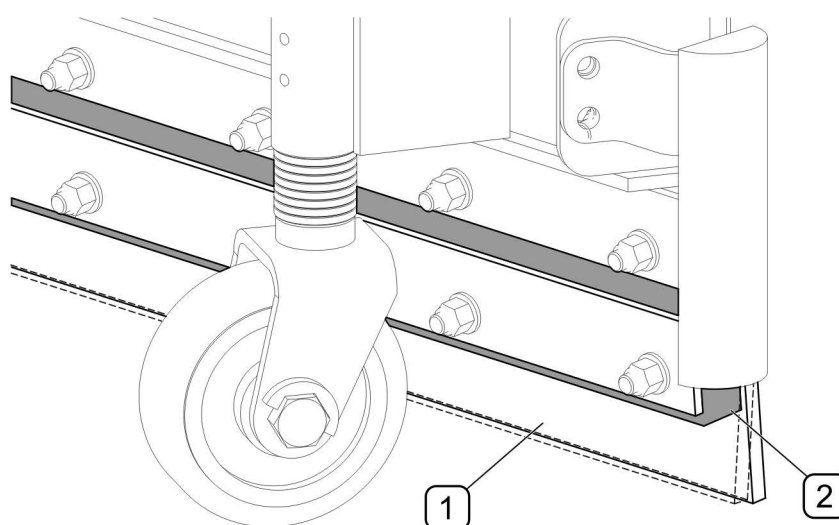

РИСУНОК 4.7 АМОРТИЗАЦИЯ СТАЛЬНЫХ КРОМОК ОТВАЛОВ
(1)- колесо; (2)- шплинт; (3)- подкладка
Опционально снегоотвал PUV-1400 может оснащаться стальными кромками. Амортизация стальных кромок отвалов (1) осуществляется при помощи полиуретанового амортизатора (2), благодаря которому нижние кромки отвалов могут отклоняться назад при наезде на препятствие (РИСУНОК 4.7).